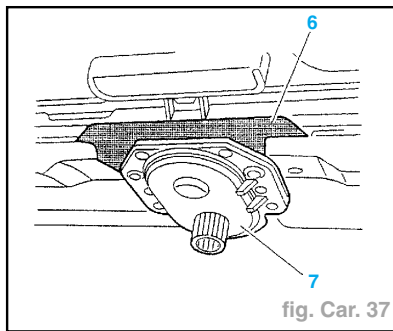

fig. Car. 37
- Avant de poser les fixations, vérifier que le joint mousse (6) soit intercalé entre le boîtier (7) et la doublure pavillon (fig. Car. 37).
- Commencer à préserrer les fixations dans l'ordre suivant : (2), (3), (5), (1) et (4).